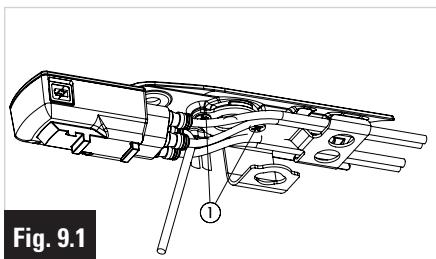
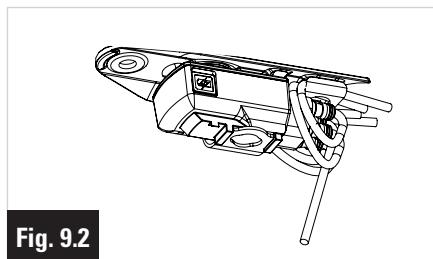

Fig. 9.1
Fig. 9.2
- 2- Dévisser légèrement les vis du capot ①.
- 3- Passer les deux fils Di2 venant de la droite du cintre côté droit du capot, et les deux venants de gauche à gauche. (Fig. 9.1)
- 5- Revisser les vis du capot①.
- 6- Positionner le boîtier sur la tôle en faisant une boucle avec les fils. (Fig. 9.2)